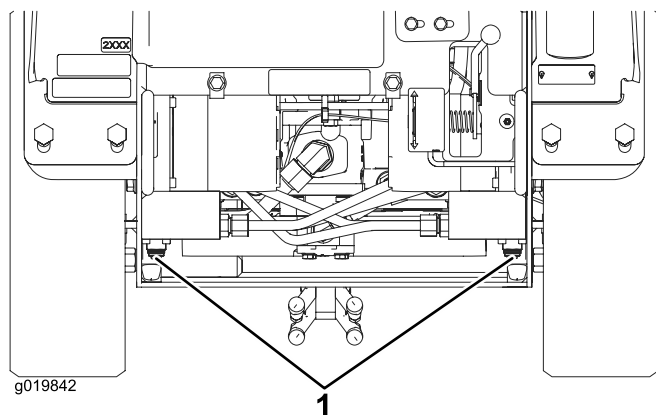

Figure 20
3. À l'aide d'une clé, donnez deux tours dans le sens antihoraire aux vannes de remorquage situées sur les moteurs hydrauliques (Figure 20).